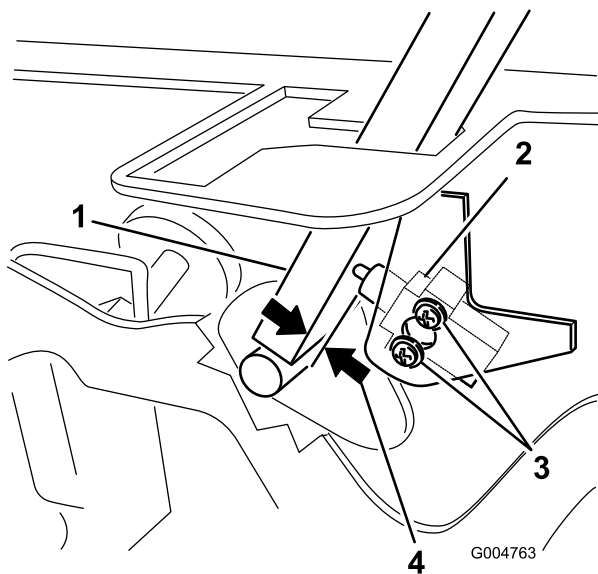

Figura 59
3. Afloje los 2 tornillos que fijan el interruptor de seguridad (Figura 59).
4. Sujetando la palanca de control contra el bastidor, mueva el interruptor hacia la palanca hasta que la distancia entre la palanca y el cuerpo del interruptor sea de 0,4 a 1 mm (0,015 a 0,045 pulgada) (Figura 59).